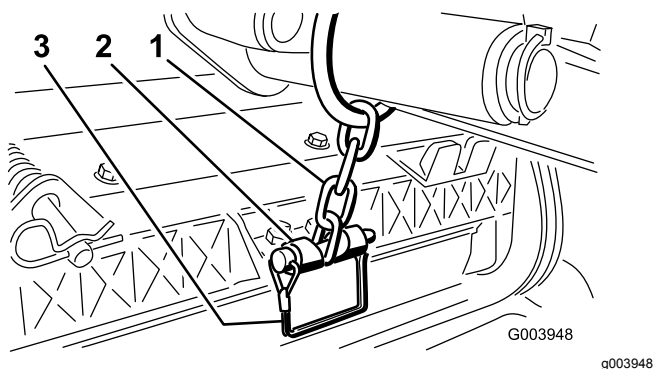

Figura 13
12. Fissate la catena del braccio di sollevamento alla staffa della catena, usando il perno di ritenuta (Figura 13).